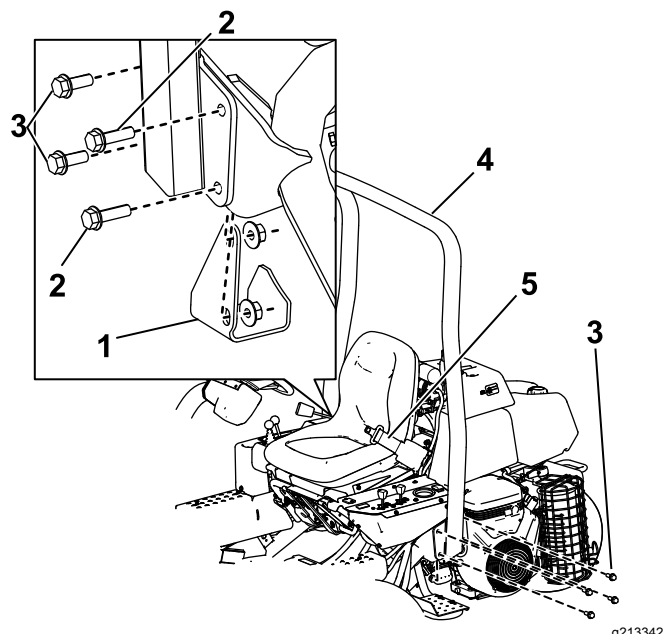

Figura 6
2. Baixe a barra de segurança (Figura 6) para os suportes de montagem, alinhando os furos de montagem.
3. Prenda o lado esquerdo da barra de segurança ao suporte de montagem com quatro parafusos ($\frac{1}{2}$ " x $1\frac{1}{2}$ ") e porcas de bloqueio Figura 6.
5. Prenda o lado direito da barra de segurança e o tapete do macaco previamente removida ao suporte de montagem com 2 parafusos ($\frac{1}{2}$ pol. x $1\frac{1}{2}$ pol.), 2 parafusos ($\frac{1}{2}$ pol. x $1\frac{3}{4}$ pol.) e porcas de bloqueio como se mostra na Figura 6.